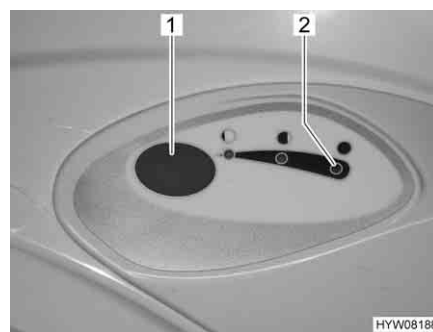

Fig. 198 Pulsante dello sciacquone/spia di controllo (toilette Thetford)
- Per sciacquare premere il pulsante blu (Fig. 198,1).
La spia di controllo (Fig. 198,2) si accende quando il serbatoio fecale deve essere svuotato.